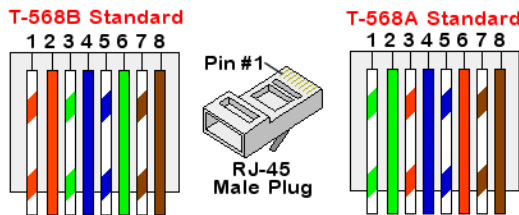

Abbildung 17: Standardkabelverdrahtung
- Führen Sie die acht Drähte in einen RJ45 Stecker ein, wie in Abbildung 17 gezeigt.
- 5** Verwenden Sie für die Switch/Router-Seite ein vorab gecrimptes Kabel oder eine Crimpzange, um einen RJ45-Kommunikationsanschluss vorzubereiten: Führen Sie die acht Drähte in der in **Abbildung 17** gezeigten Reihenfolge in den RJ45-Anschluss ein.